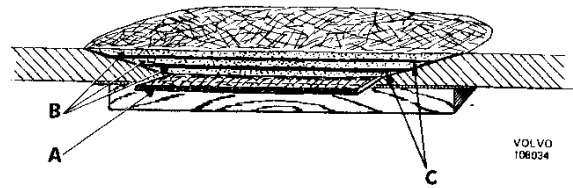

Abb. 35 Heckklappe nach der Reparatur
3. Ein Stück Blech, eine Hartfaserplatte oder dgl. mit etwas größeren Ausmaßen als die Schadenstelle einwachsen und gemäß Abb. 35 als Gegenhalter auf der Rückseite anbringen.
7. Ein Stück Glasfasermatte mit etwas größeren Ausmaßen als das Gewebestück ausschneiden und über dem Loch anbringen. Mit dem Pinsel auf die Glasfasermatte tupfen, so daß diese mit Kunststoff getränkt wird. Ein weiteres Stück Glasfasermatte ausschneiden — dieses wieder etwas größer als das vorige —, mit Kunststoff beschichten und über dem Loch anbringen. In dieser Weise mit zunehmend größeren Stücken Glasfasermatte fortsetzen, bis das Loch ausgefüllt, bzw. die richtige Wandungsstärke erreicht ist, vgl. Abb. 35.